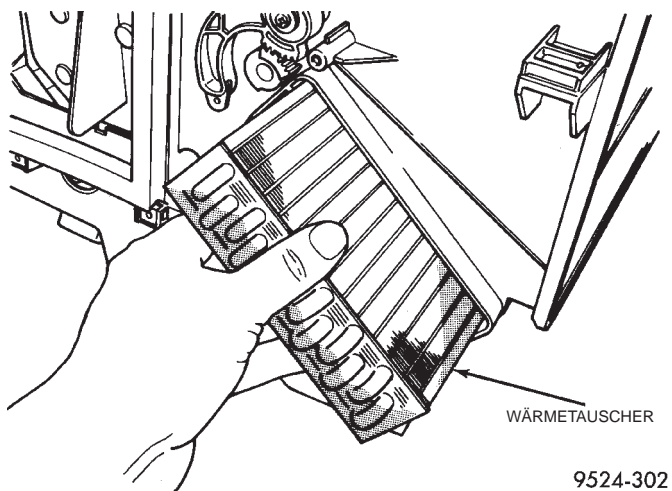

Abb. 95 Wärmetauscher herausziehen
(25) Wärmetauscher aus dem Heizungsgehäuse herausziehen (Abb. 95).